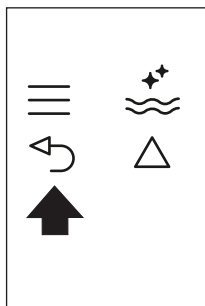

Рис. 25
- ▶ Дважды нажмите значок ↶ (B6) (рис. 25) для выхода из меню.